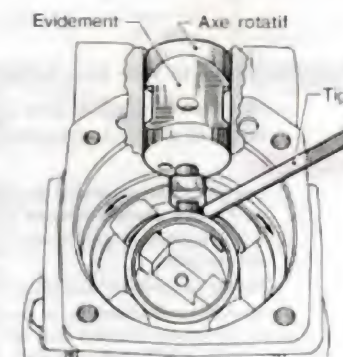

Fig. 41.
- Placer l'axe rotatif, l'évidement en correspondance avec l'alésage du piston dans le corps de pompe (guider l'introduction de la goupille à l'aide d'une tige) (fig. 41).